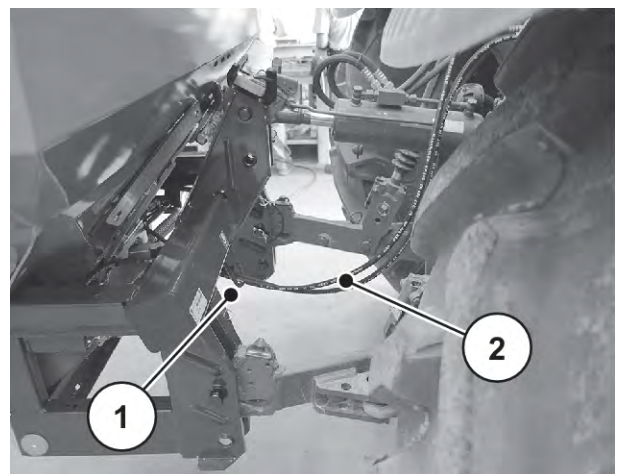

Abb. 25: Führung Hydraulikschläuche
- ▶ Hydraulikschläuche unterhalb des Querrohres verlegen. Siehe *Abb. 25 Führung Hydraulikschläuche*